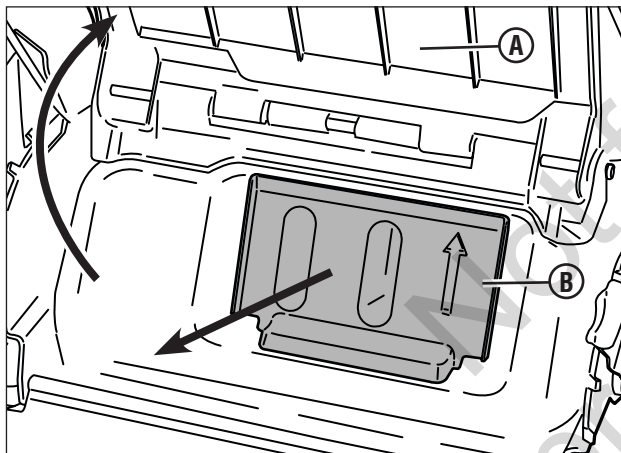

Figure 9 : Dépose du bouchon de déchetage
1. Soulever la porte d'éjection arrière (A, Figure 9).
2. Enlever le bouchon de déchetage (B) du conduit d'éjection arrière.